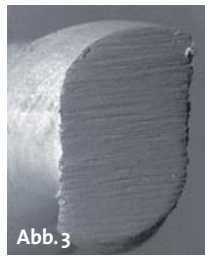
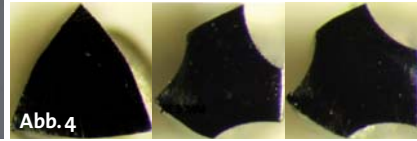
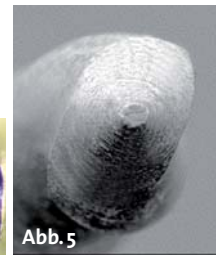

Abb. 3
Abb. 4
Abb. 5
Zum Zeitpunkt dieses Artikels befinden sich zwei speziell für reziproke Bewegung entwickelte Feilensysteme am Markt. Zum einen sind dies RECIPROC® Feilen von VDW, München, zum anderen WaveOne™ Feilen von DENTSPLY Maillefer, Schweiz. Beide Feilen werden aus einer neuartigen NiTi-Legierung, dem M-Wire®, hergestellt. Durch eine spezielle thermische Behandlung entsteht eine einzigartige nanokristalline Martensit-Struktur. Diese Struktur führt ebenfalls zu einer geringeren zyklischen Ermüdung und erhöhten Flexibilität verglichen mit aus herkömmlichem NiTi hergestellten Feilen.17 Beide Feilensysteme sind in den Längen 21, 25 und 31 mm erhältlich. Die Unterschiede zwischen den Feilensystemen liegen mehr im Detail. So unterscheiden sich die Feilenquerschnitte deutlich. Die RECIPROC® Feilen haben einen in etwa s-förmigen Querschnitt, während WaveOne™ Feilen einen variablen Querschnitt aufweisen. Diese Feile weist im apikalen Anteil einen dreiecksförmigen konkaven Querschnitt auf, während sie im apikalen Anteil einen eher konvex dreiecksförmigen Querschnitt aufweisen (Abb. 3 und 4). Bedingt durch die unterschiedlichen Querschnitte ergeben sich auch unterschiedliche Kerndurchmesser. Dabei gilt die Faustregel: Je größer der Kerndurchmesser, desto geringer die Flexibilität des jeweiligen Instrumentes. Der s-förmige Querschnitt der RECIPROC® in Verbindung mit scharfen Schneidekanten führt verglichen mit WaveOne™ zu einem größeren Spanraum und einer besseren Schneideleistung.18 Eine verbesserte Schneideleistung ist wiederum assoziiert mit einer erhöhten Effektivität der Kanalreinigung.19 Eine Gemeinsamkeit beider Feilensysteme ist eine stumpfe, nicht schneidende Führungsspitze. Dies führt zu einer sehr zentrierten Aufbereitung des Wurzelkanals, welche der von vollrotierenden Systemen überlegen sein soll (Abb. 5).20 Beide Systeme bestehen aus lediglich drei unterschiedlichen Feilen. Bei RECIPROC® sind dies die R25 mit .08 Taper, die R40 mit .06 Taper sowie die R50 mit .05 Taper. Ähnlich den Mtwo® Feilen (VDW, München) verfügen auch die RECIPROC® Feilen über einen sogenannten progressiven Schneideabstand. Das bedeutet, der Schneideabstand wird von apikal nach koronal größer. Dies erleichtert den Debris-Transport nach koronal. Als Besonderheit weisen die RECIPROC® Feilen
**Abb. 3:** Querschnitt einer RECIPROC® Feile. – **Abb. 4:** Querschnitt einer WaveOne™ Feile – 13 mm, 6 mm und 3 mm von der Feilenspitze. – **Abb. 5:** Nicht schneidende Führungsspitze RECIPROC®.